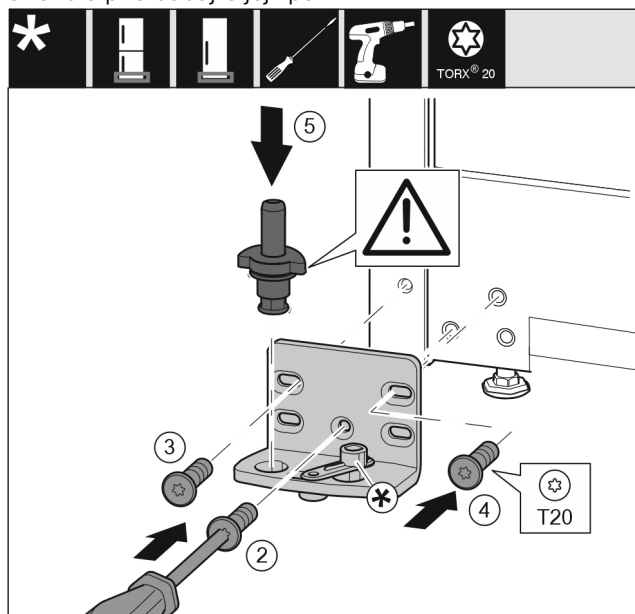

Fig. 17
- ▶ Nasadte stojan ložiska na druhé straně a přišroubujte pomocí šroubováku. Začněte šroubem Fig. 17 (2) dole uprostřed.
- ▶ Utáhněte šroub Fig. 17 (3) a šroub Fig. 17 (4).
- ▶ Zcela vložte ložiskový čep Fig. 17 (5). Přitom dávejte pozor, aby zajišťovací vačka směřovala dozadu.